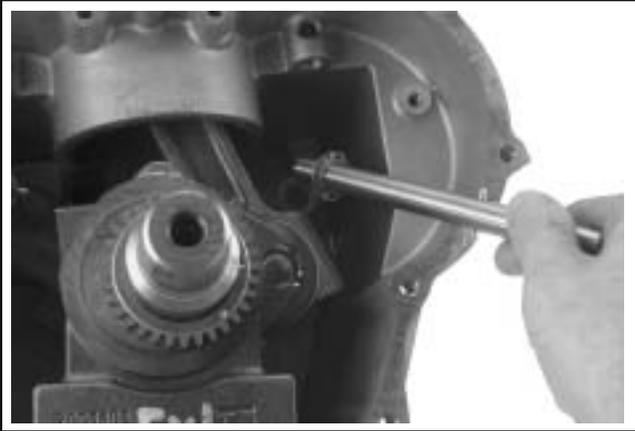

Figura 8-41. Rimozione di albero a camme di scarico e rondella reggisplinta scanalata.
3. Estrarre l'albero a camme di scarico e la rondella reggispinga scanalata dal carter. Vedere Figura 8-41.